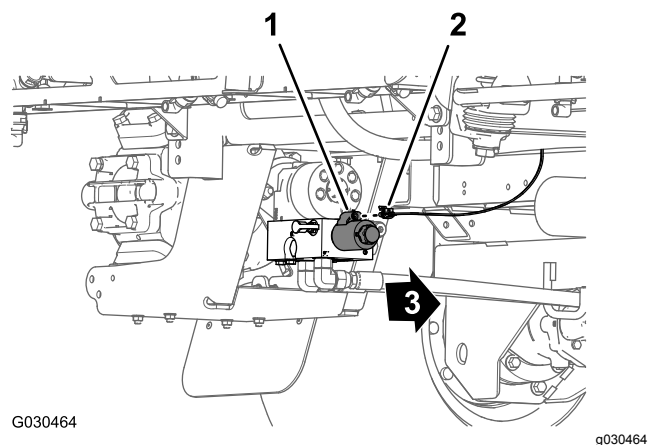

Figura 58
5. En la parte trasera de la máquina, por dentro de la bomba de fumigación, desconecte el conector hembra de 2 vías del arnés principal trasero del conector de 2 pines del relé de la bomba (Figura 58).